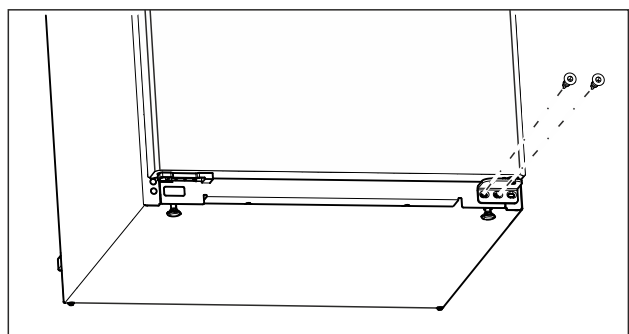

Fig. 6
- ▶ Skru den midterste skrue på det nederste hængsel af med en Torx 20-skruetrækker. (se Fig. 6)
- ▶ Skru den inderste skrue på det nederste hængsel af med en Torx 20-skruetrækker. (se Fig. 6)